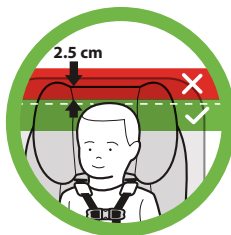

Figure 20
**Orientation vers l'arrière** – Le haut de la tête de l'enfant doit être à au moins 2.5 cm (1 po) sous la partie supérieure de l'Appui-Tête du siège d'auto, tel qu'illustré dans la **Figure 20**. Si le haut de la tête de l'enfant est à moins de 2.5 cm (1 po) sous la partie supérieure de l'appui-tête dans sa position la plus haute, votre enfant est trop grand pour utiliser ce siège d'auto en mode orientation vers l'arrière et devra l'utiliser en mode d'installation orientée vers l'avant.